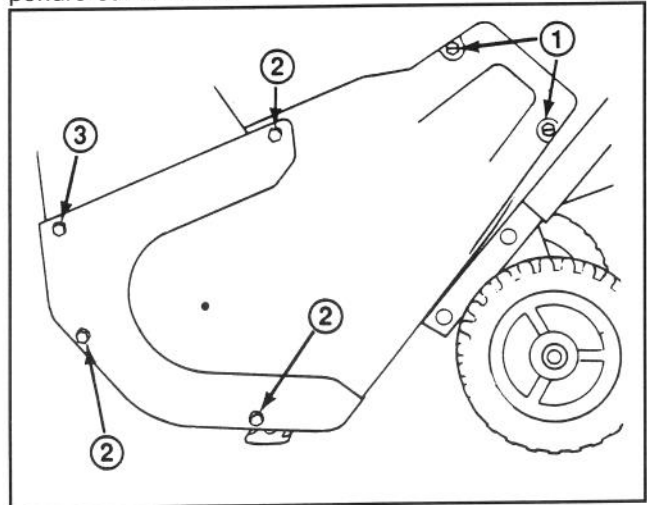

Figure 13
## REEMPLACEMENT DE LA COURROIE D'ENTRAÎNEMENT (Fig. 13 et 14)
4. Retirez les 3 vis autotaraudeuses, 3 boulons à tête, 1 rondelle, et 3 écrous qui fixent le couvercle de la courroie au châssis de la déneigeuse (Fig. 13). Soulevez le panneau du côté gauche et laissez le pendre sur le câble.